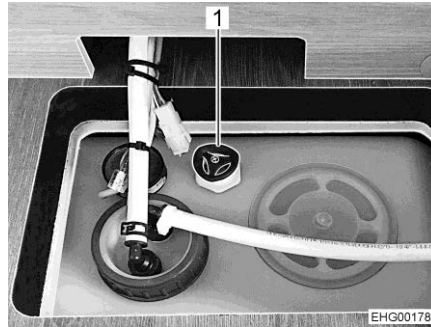

Bild 143 Vattentank med ratt
- Vrid ratten (Bild 143,1) på vattentanken moturs mot motståndet till stoppläget för att öppna utloppsöppningen helt.